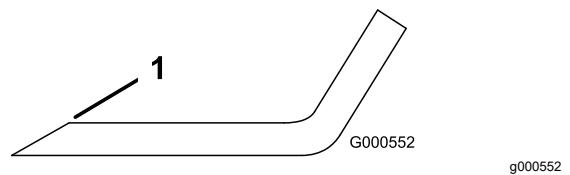

Figure 78
1. Au moyen d'une lime, aiguissez les tranchants aux deux extrémités de la lame (Figure 78).
Remarque: Si la lame est déséquilibrée, limez un peu l'extrémité de l'ailette seulement (Figure 78).